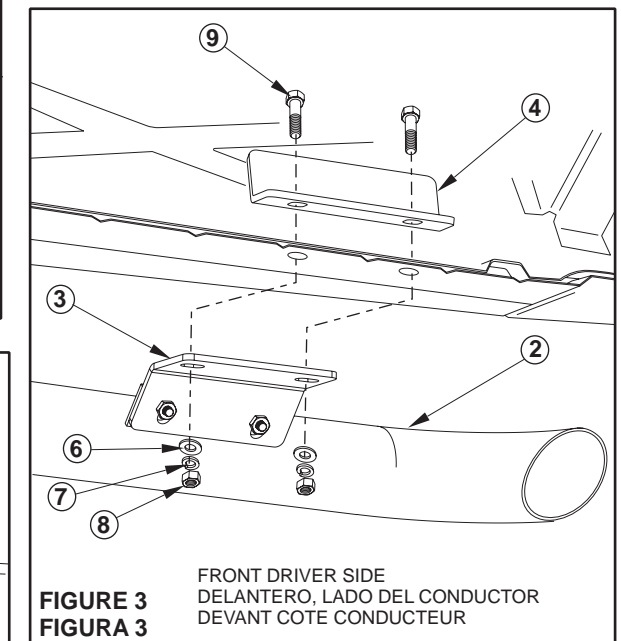

FIGURE 3 FIGURA 3
- STEP 5. Using 3/8" hex head hardware place stiffening plate on inside of rocker panel and bolt front half of assembly together as shown (See Figure 3).
- ETAPE 5. A l'aide de la boulonnerie à tête hexagonale 3/8 po, placez la plaque raidissante à l'intérieur du bas de caisse et boulonnez ensemble la moitié avant de l'ensemble tel qu'illustré. (Voir figure 3).